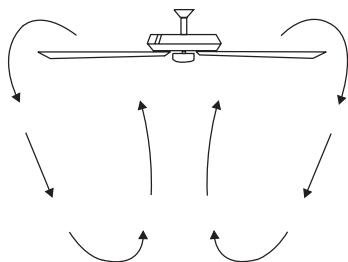

Fig. 26
**Fonctionnement par temps frais :** Inverser (sens horaire). Un flux d'air ascendant évacue l'air chaud des zones du plafond (Fig. 26). Cela vous permet de régler votre unité de chauffage sur un réglage plus froid sans affecter votre confort général.